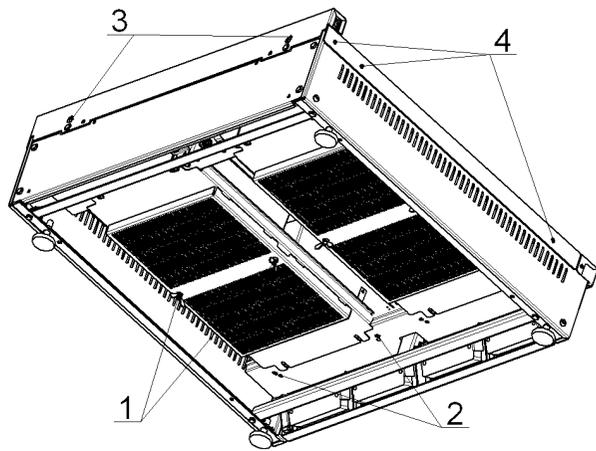

Рис.3
- вывернуть 4 винта 2 рис.3 (2 винта расположены под кассетой);
- ослабить (отвернуть) на 1,5...2 оборота 2 винта 3 рис.3 (головки винтов утоплены в отверстия вентиляционного короба) и 3 винта 4 рис.3 (со стороны снимаемой конфорки);
Для этого необходимо, снизу, отвернуть 2 барашковые гайки 1 (как показано на рис.3), снять одну из кассет с фильтрующим полотном, разъединить кассету и извлечь фильтрующее полотно. Производителем установлено фильтрующее полотно ФТ-150-G3 (возможно использовать ФТ-150-G4 или ФТ-200-G3). Остальные кассеты снимаются аналогично.